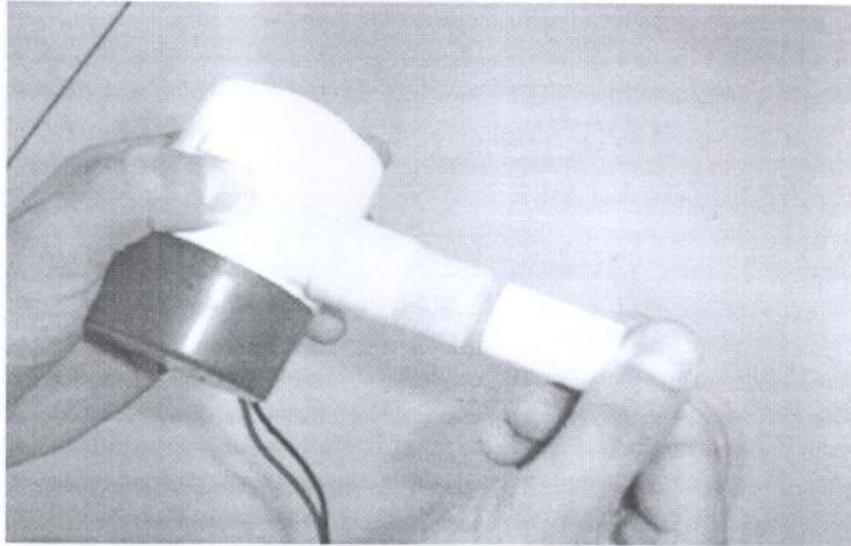

FIGURA 3
1. Inserte la cabeza en el tubo blanco de la bomba. (Figura 3).